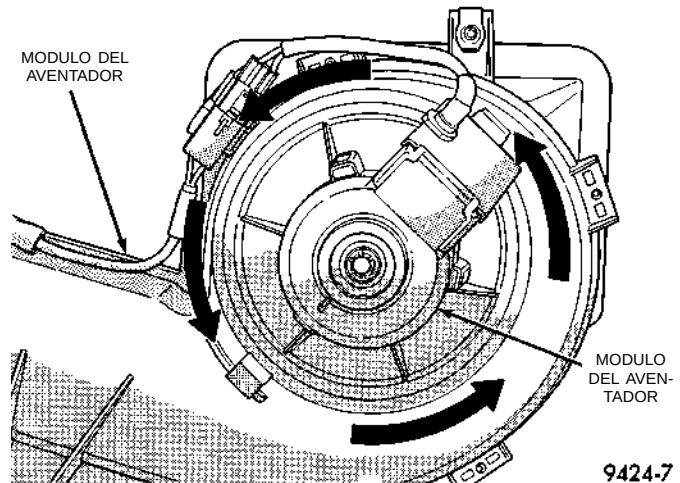

Fig. 22 Desmontaje del motor del aventador
- (1) Desconecte el conector de cableado del motor del aventador.
- (2) Sostenga el motor del aventador mientras tira hacia abajo la lengüeta. Gire aproximadamente 1/8 de vuelta en sentido contrario a las agujas del reloj y retire el conjunto del motor del aventador de la caja de la unidad (Fig. 22).